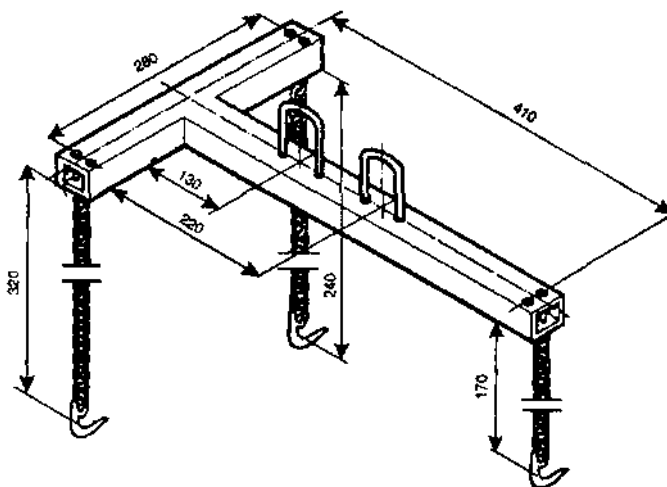

Рис. 2.2.4. Приспособление для подвески силового агрегата.
4. Придерживая силовой агрегат, поднять его вверх и вынуть из моторного отсека при помощи приспособления (рис. 2.2.4).